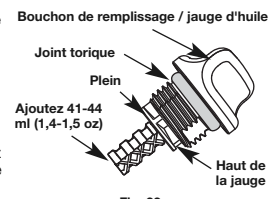

Fig. 22
5. Retirez le bouchon de remplissage / jauge d'huile et vérifiez le niveau d'huile. L'huile devrait atteindre le haut de la jauge (Fig. 22).